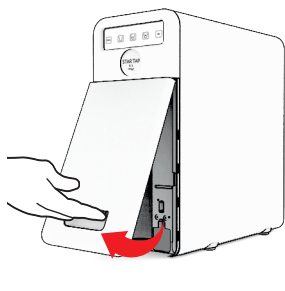

Fig. 1-13
26.1 - Estrarre lo sportello frontale in plastica riponendolo in posizione di sicurezza, vedi Fig.1-13.